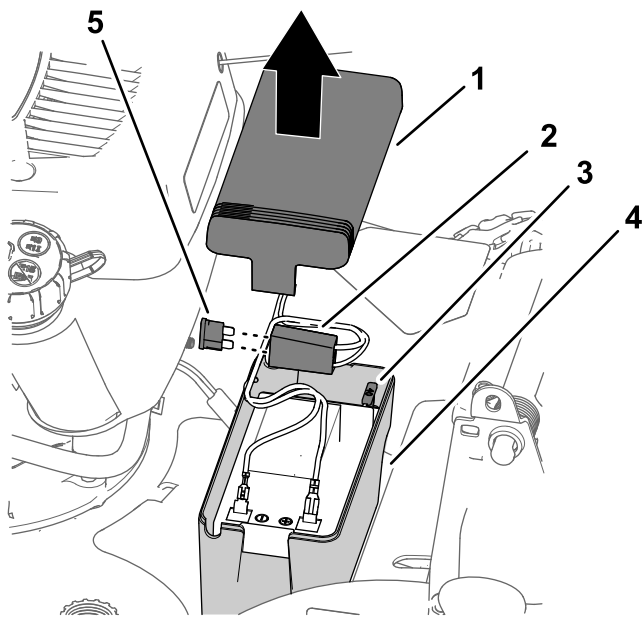

Figura 43
1. Retire la cubierta del compartimento de la batería (Figura 43).
2. Saque la batería y ubique el fusible (Figura 43).
3. Cambie el fusible del portafusibles (Figura 43).
4. Instale la cubierta sobre el compartimento de la batería (Figura 43).